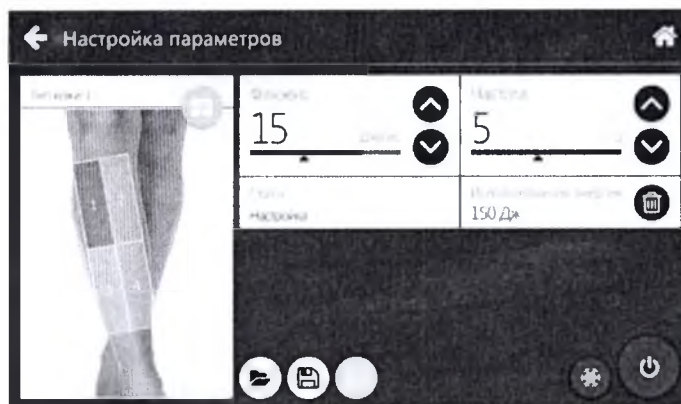

Рис. 3.97 – Стандартные настройки
3.14.2.6 После того, как Вы выбрали участок части тела и тип кожи пациента Вам предлагаются стандартные настройки флюенса, частоты и ширины импульса (рис. 3.97).